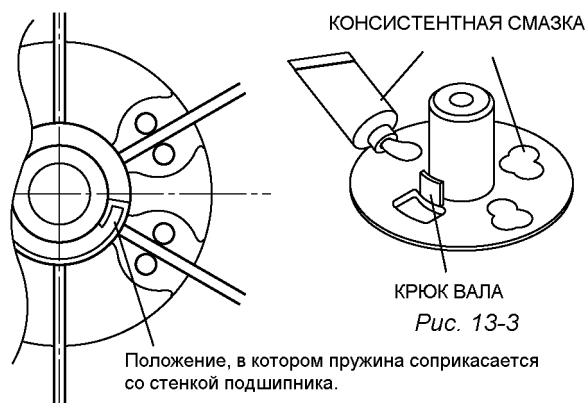

Рис. 13-4
- 2 Отрегулируйте положение внутреннего конца пружины в барабане. (Рис. 13-4)